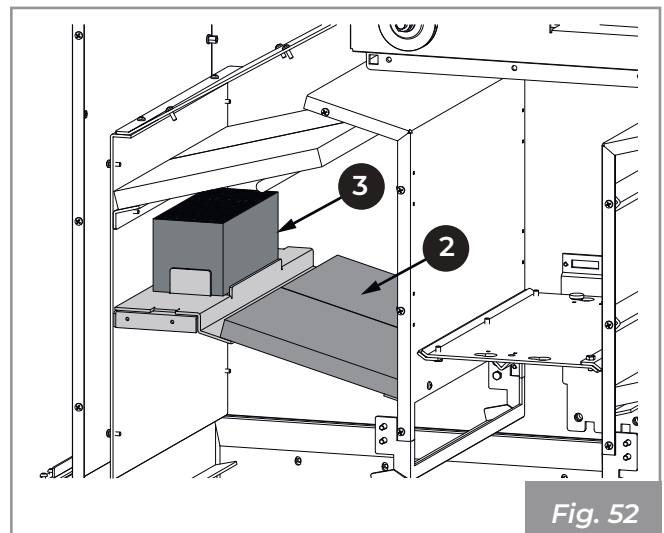

Fig. 52
5) Faire glisser et extraire les panneaux (2) (Fig. 52).
6) Faire glisser et extraire le joint torique (3).